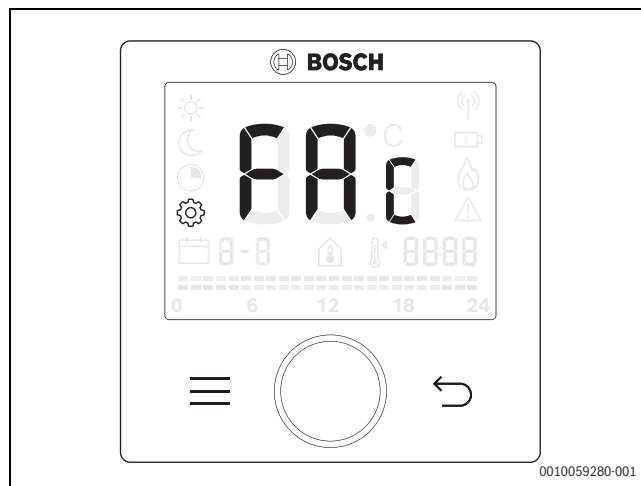

Fig. 60
- ▶ Continue a pressionar a tecla de menu até que o ecrã do display estiver como na →Fig 60.